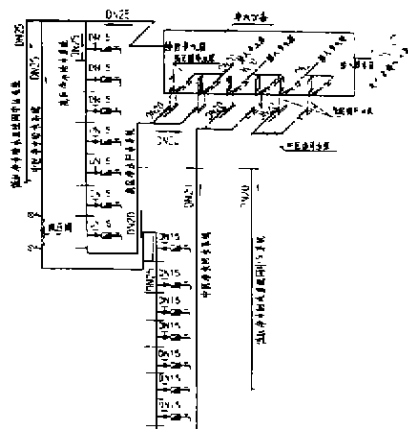

图2 优质饮用水供水系统
(3)净水设备均设在顶层,中、低区净水配水点静水压力超过350kPa,所以在给水总管上设比例式减压阀使配水点净水压力达300~350kPa(图2)。